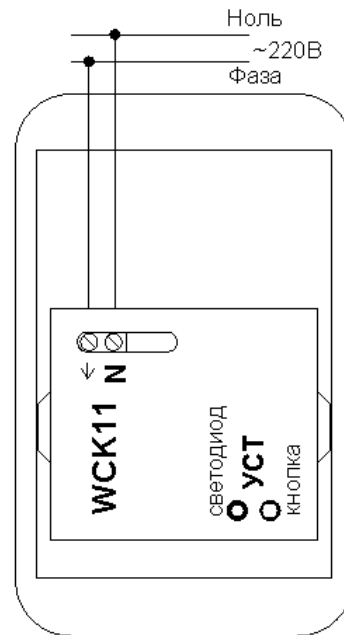

Рис. 2. Схема подключения.
- 2.2. Подключить провода согласно рис. 2;